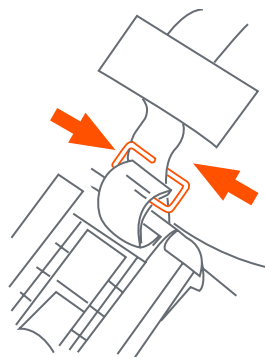

Fig. 8
- 8) • Next thread the support strap through the opening in the rectangular ring and pull snug (Fig. 8).
- Luego pase la tira de soporte a través de la abertura en el anillo rectangular y jale para que quede floja (Fig. 8).